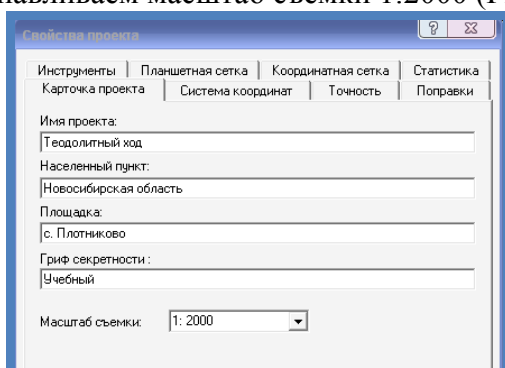

Рисунок 64 – Установка масштаба съемки во Вкладке Карточка проекта
7. В меню **Данные** выбираем команду **Свойства проекта – Карточка проекта**. Устанавливаем масштаб съемки 1:2000 (Рис.64).